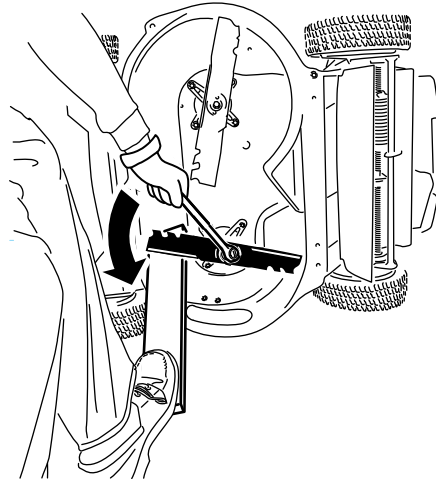

Figure 41
1. Utilisez un bloc de bois pour immobiliser chaque lame et tournez le boulon de lame dans le sens antihoraire, comme montré à la Figure 41.